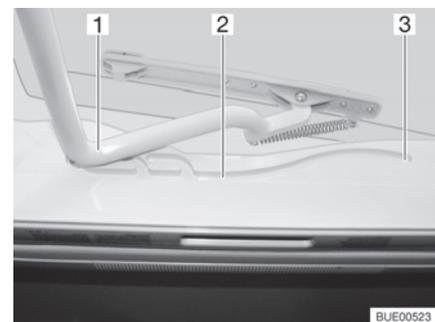

Fig. 54 Glissière (lanterneau Heki)
- Tirer l'étrier (Fig. 54,1) dans les glissières (Fig. 54,2) jusque dans la position la plus reculée (Fig. 54,3).
- Pousser l'étrier (Fig. 54,1) légèrement vers le haut avec les deux mains.
- Tirer l'étrier dans les glissières (Fig. 54,2) jusqu'à la position souhaitée.